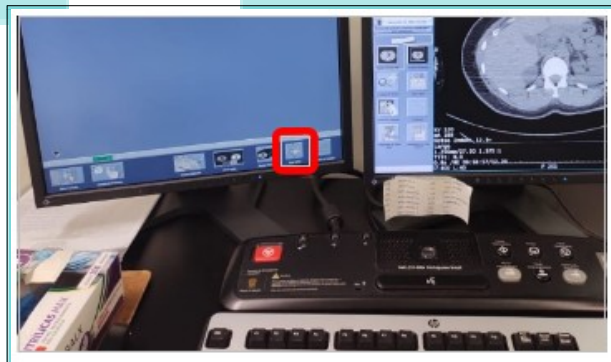

Figura 4
2. Clicar em “Prep Diária” na interface do monitor esquerdo, conforme **Figura 4 – Preparação Diária da CT;**